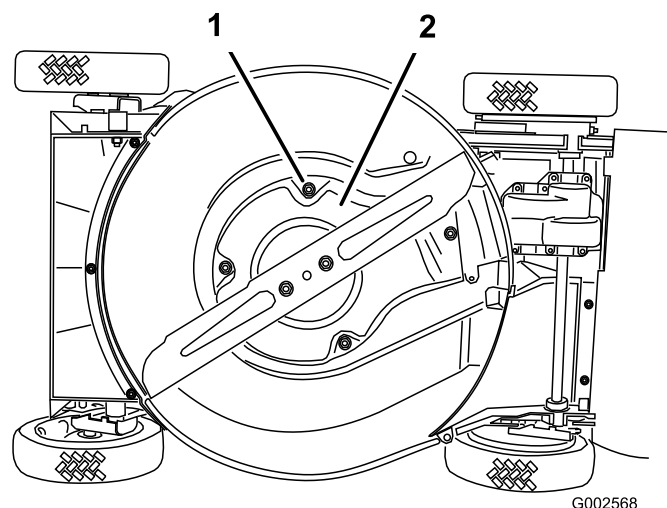

Figura 35
6. Togliete le quattro viti di fissaggio del carter (Figura 35).